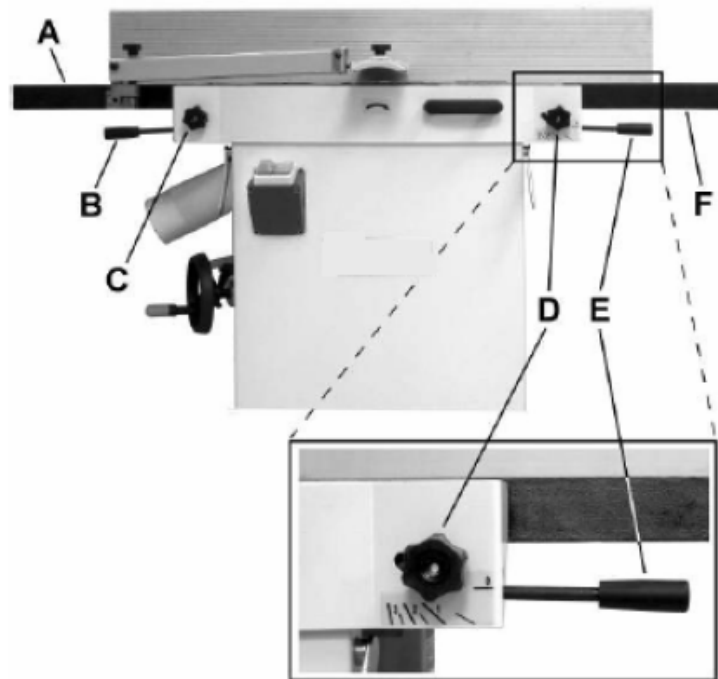

Bild 6
2. Ta bort klipphuvudsskyddet (B, Fig. 6).